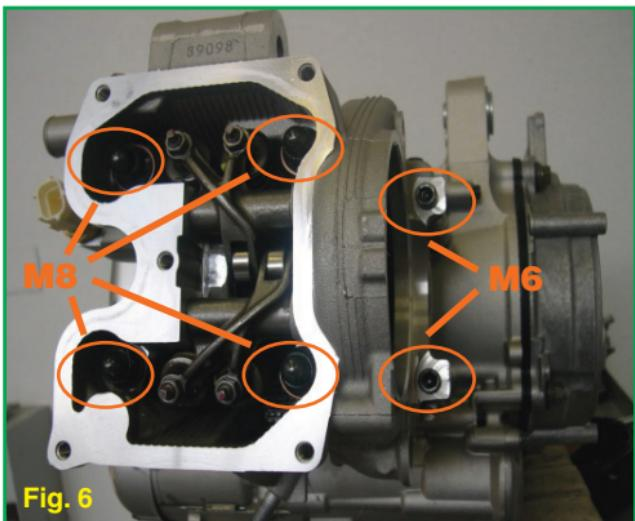

Fig. 6
- Oter les deux vis M6 (Fig. 6) de fixation de la culasse au carter.
- Desserrer d'un demi tour les quatre écrous M8 (Fig. 6).